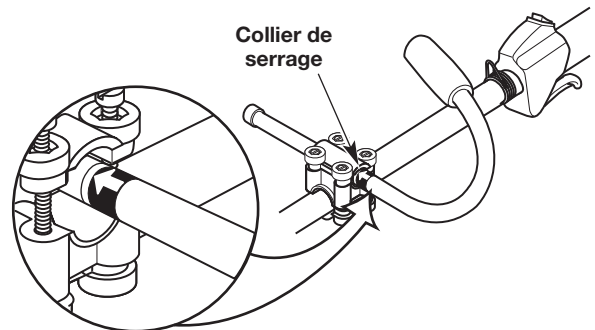

Fig. 3
5. Maintenez l'appareil en position de fonctionnement (Fig. 21) et relevez ou descendez la poignée dans le collier de serrage jusqu'à ce que la flèche/ligne de l'autocollant touche le collier de serrage (Fig. 3).